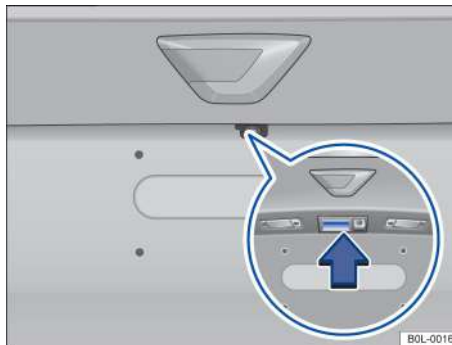

Рисунок 46. Открывание двери багажника снаружи
- Нажмите кнопку на ключе от автомобиля, чтобы отпереть дверь багажника или полностью отпереть автомобиль, откройте дверь багажника, нажав на кнопку → Рисунок 46 (стрелка);
- или: Нажмите и удерживайте кнопку на ключе автомобиля до тех пор, пока дверь багажника автоматически не откроется на несколько миллиметров; откройте дверь багажника, нажав на кнопку → Рисунок 46 (стрелка);